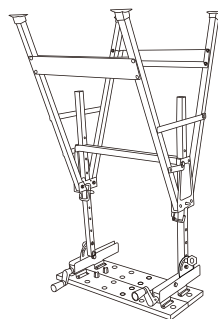

рис.4
- Возьмите собранную станину с зафиксированными перекладинами, переверните её так, чтобы парные вертикальные опоры станины были направлены вверх; затем аккуратно установите перевернутую станину на свободные концы вертикальных стоек рабочего стола через отверстия в поперечной стяжке каркаса рабочего стола (см. рис. 4)